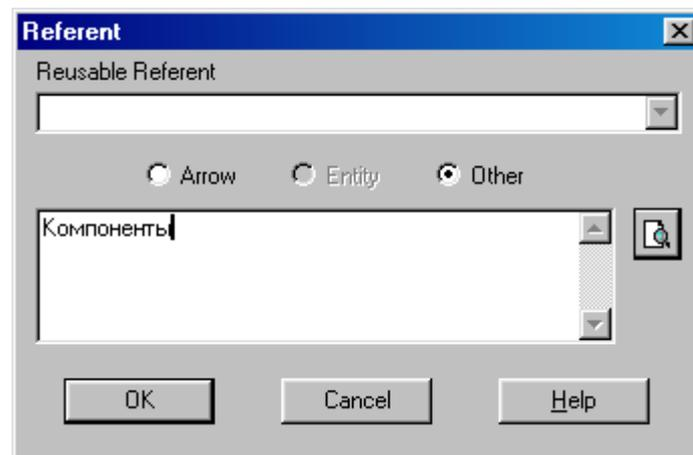

Рисунок 6.8 – Создание объекта ссылки
- 5 С помощью кнопки  палитры инструментов создайте объект ссылки. Внесите имя объекта внешней ссылки "Компоненты" (рисунок 6.8).